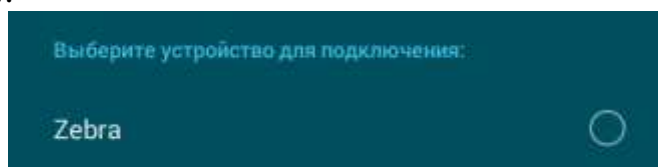

Рисунок 2.30
2.3.7.5.5 По завершении поиска выбрать из списка устройство, кликнув на него (рисунок 2.30).